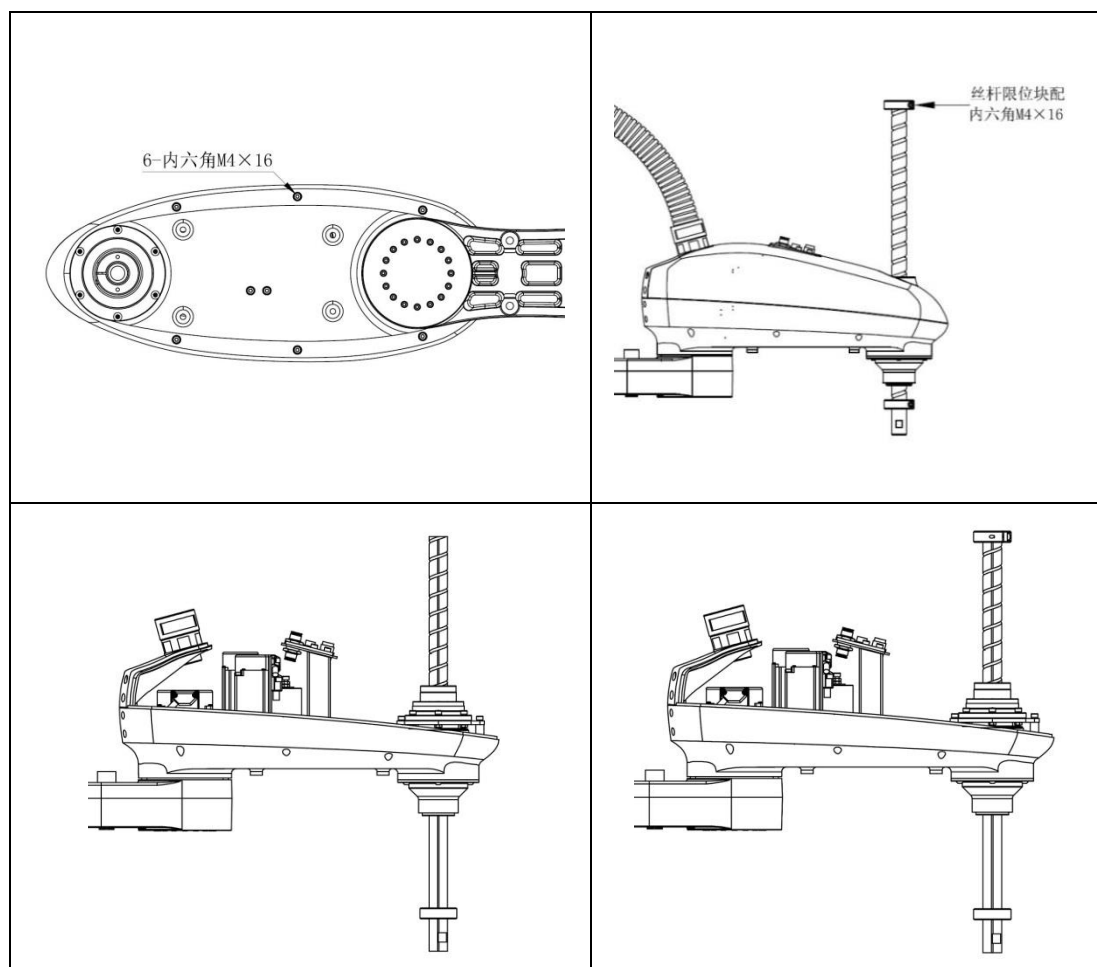

图 5.5 拆盖示意图
- 2) 用内六角扳手拆下固定于丝杆上端机械限位块的螺丝内六角 M4×16、固定小臂外壳的螺丝 6-内六角 M4×16，拆开小臂的上盖，参考图 5.5。继而将固定于丝杆上端机械限位块重新锁回，防止丝杆轴与旋转螺母、升降螺母脱离。